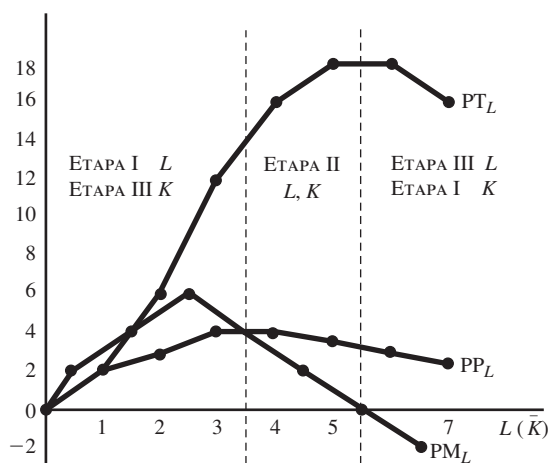

Figura E-2
b) La ley de los rendimientos decrecientes para L comienza a operar donde PM_L empieza a descender. Un productor racional producirá en la etapa II para L y K , donde el PP y el PM de L y K son positivos pero están disminuyendo. No se producirá en la etapa I para L porque PM_K es negativo. En forma semejante, no habrá producción en la etapa III para L porque PM_L es negativo. Vea la figura E-2.